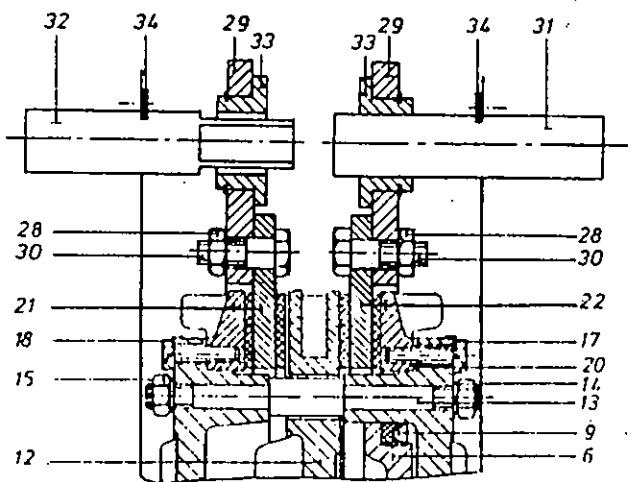

Abb. 2: Zweipunktbefestigung der Lamellen
2.2 Zweipunktbefestigung der Lamellen (Abb. 2)